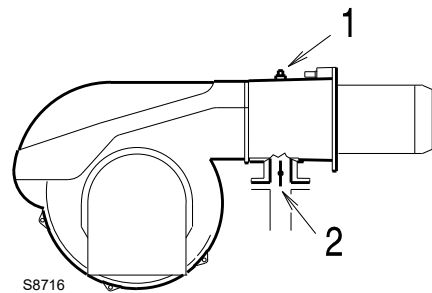

Fig. 24
Presiunea gazului măsurată la ieșirea 1)(Fig. 24), cu
Căderea de presiune a supapei fluture de gaz 2)(Fig. 24) cu deschidere maximă: 90°.
- scadeți presiunea din camera de ardere din presiunea gazului la orificiul 1)(Fig. 24).
Pentru a afla presiunea de gaz necesară la racordul 1)(Fig. 24), setați puterea maximă de modulare la care doriți să funcționeze arzătorul:
- Citiți în dreapta, coloana 1, presiunea la robinetul 1)(Fig. 24).
presiunea necesară la racordul 1)(Fig. 24).